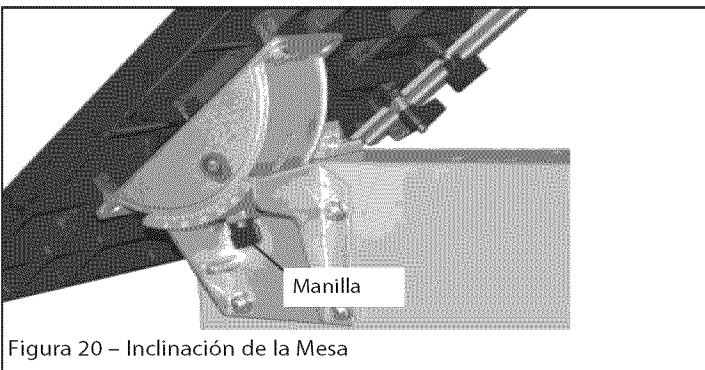

Figura 20 – Inclinación de la Mesa
- Para inclinar la mesa, afloje la manilla en el muñón de la mesa, ajuste la mesa al ángulo necesario y apriete nuevamente la manilla (véase la Figura 20).